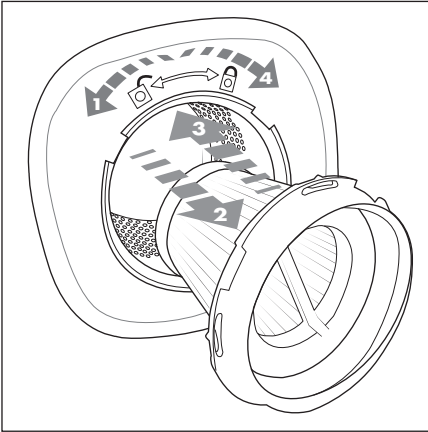

Abb. 5
- 3) Drehen Sie den EPA-Filter **6** nach links in Richtung  -Symbol (offen), bis er sich mit einem Klickgeräusch löst und ziehen Sie ihn aus dem Grobfilter **7** (Abb. 5).
- 6) Setzen Sie zuerst den Grobfilter **7** und dann den EPA-Filter **6** wieder ein. Achten Sie beim Einsetzen des EPA-Filters **6** darauf, dass die drei Aussparungen des EPA-Filters **6** mit den drei Haltenasen des Grobfilters **7** übereinstimmen. Drehen Sie den EPA-Filter **6** nach rechts in Richtung (geschlossen), bis er mit einem Klickgeräusch einrastet (Abb. 5).